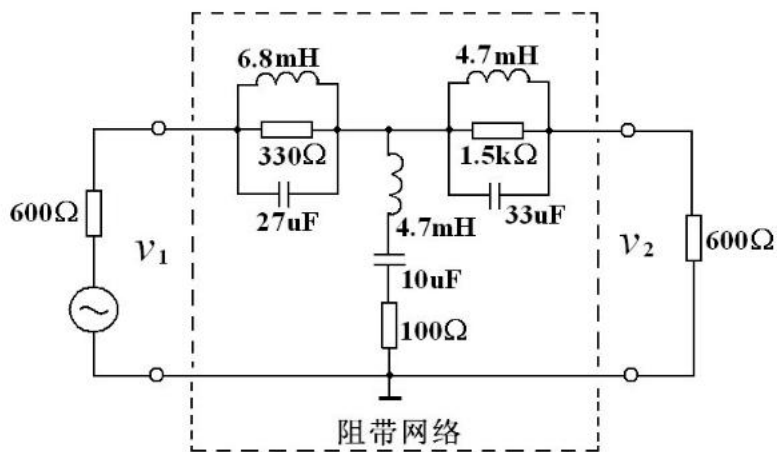

图2 带阻网络
1. 题目基本要求中的带阻网络如图 2 所示。图中元件值是标称值，不是实际值，对精度不作要求，电容必须采用铝电解电容。